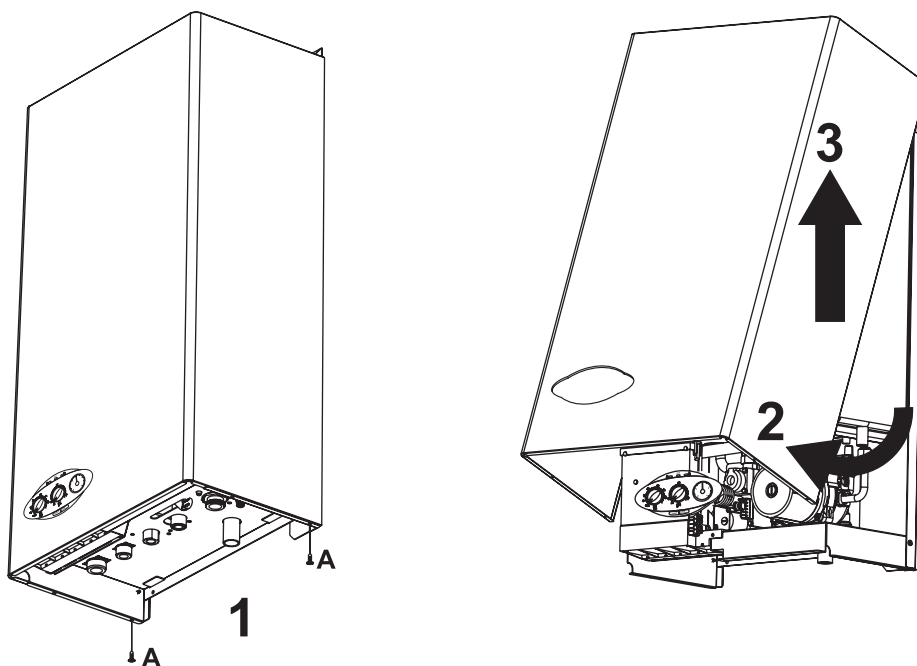

fig. 15 - Deschiderea carcasei
1. Deșurubați șuruburile A (vezi Fig. 15).
2. Rotiți carcasa (vezi Fig. 15).